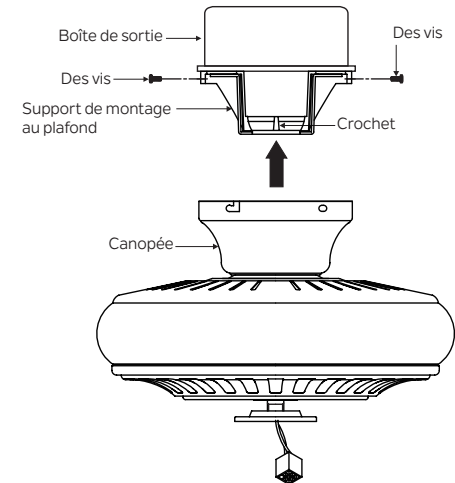

Fig. 14
**Étape 3.** Assurez-vous que les quatre vis de montage sont bien serrées. (Fig. 14)